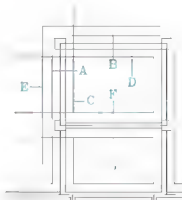
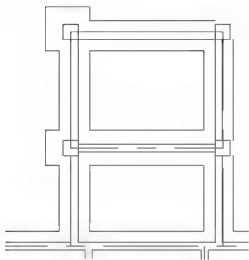

图 5.9 拉长 C、E、F、G 大放脚
图 5.10 修整大放脚
(6) 用相同的方法向上拉长 C 大放脚, 向下拉长 E 大放脚, 向左拉长 F 和 G 大放脚, 结果如图 5.9 所示。
(7) 用【修剪】命令将图 5.9 修整至如图 5.10 所示的状态。